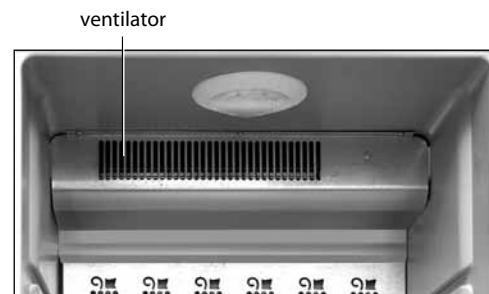

Figura 2
1.3 Frigidul este echipat cu ventilator încorporat, vezi figura 2, care asigură circulația forțată a aerului în cameră.
2.2.2 După pornirea frigiderului începe să lucreze ventilatorul intern cum se arată în figura 2.